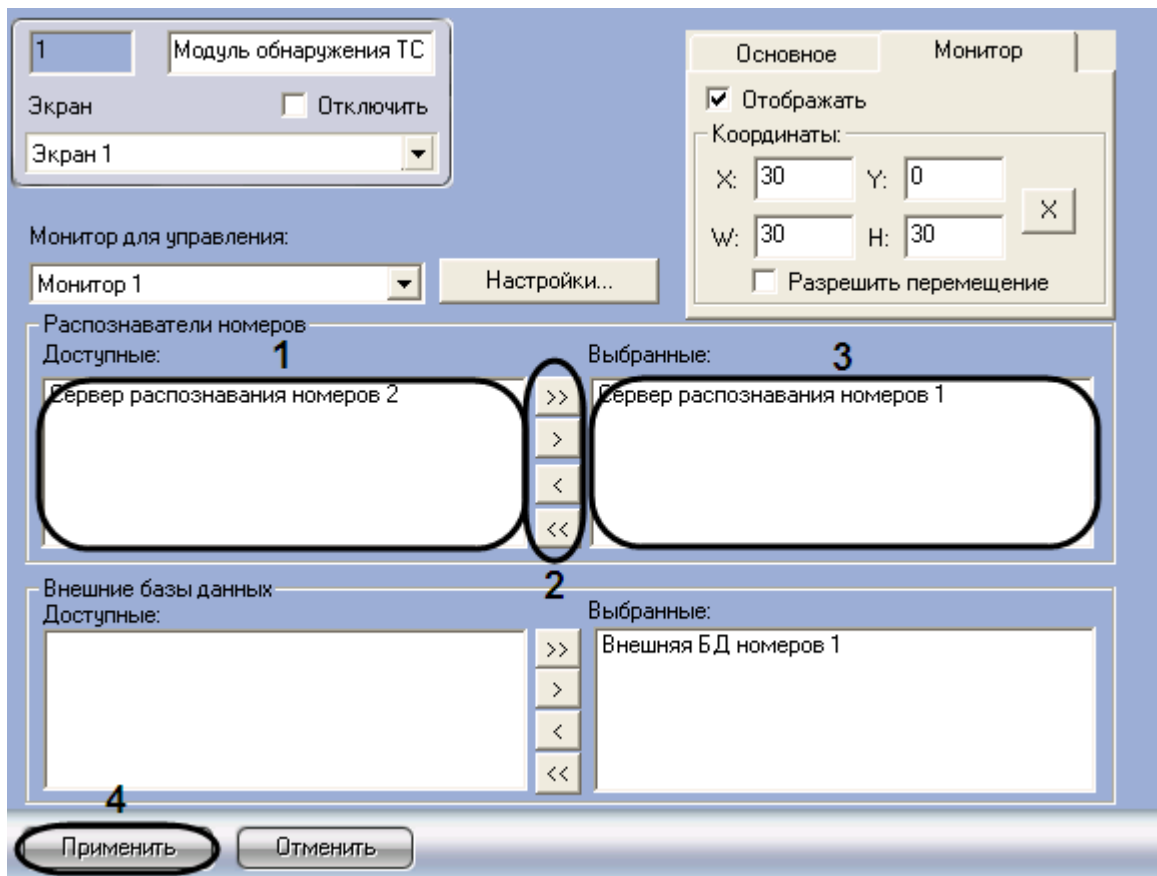

Рис. 7.8-5. Выбор Серверов распознавания номеров
1. Перейти на панель настройки объекта «Модуль обнаружения ТС» (Рис. 7.8-5).
2. Выбрать требуемые Серверы распознавания номеров из списка «Доступные» группы «Распознаватели номеров» (см. Рис. 7.8-5, 1).
3. Переместить выбранные Серверы распознавания номеров в список «Выбранные» группы «Распознаватели номеров», нажав кнопку «>» (или кнопку «>>» для перемещения всех Серверов распознавания номеров из списка) (см. Рис. 7.8-5, 2-3).
*Примечание.* Кнопки «<» и «<<» предназначены для обратных действий, т.е. для перемещения выбранных или всех Серверов распознавания номеров из списка «Выбранные» в список «Доступные» (см. Рис. 7.8-5, 2).
4. Для сохранения внесенных изменений нажать кнопку «Применить» (см. Рис. 7.8-5, 4).